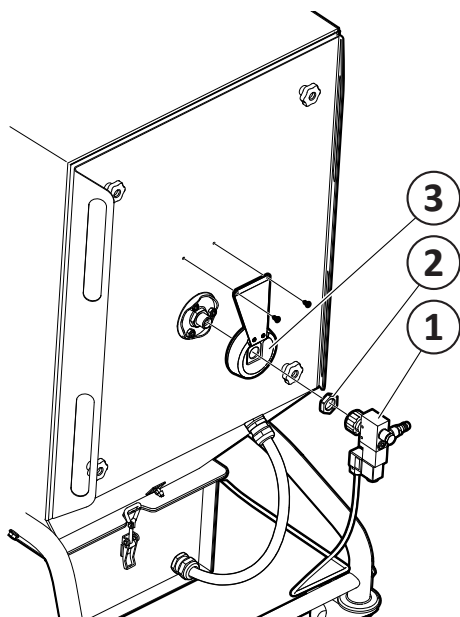
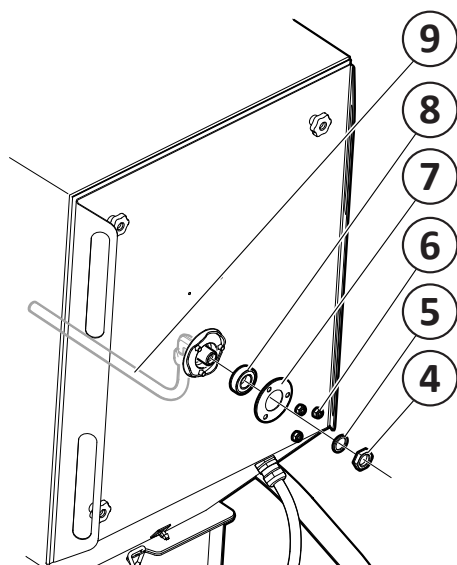

Fig. 18
Fig. 19
1. Afloje la válvula de aire comprimido (1, Fig. 18).
2. Afloje la tuerca (2).
3. Afloje la protección de contacto (3).
4. Afloje la tuerca (4, Fig. 19) de la boquilla (9) y desmonte la arandela (5).
12. Vuelva a colocar la protección de contacto (3, fig. 18), la tuerca (2) y válvula de aire comprimido (1).